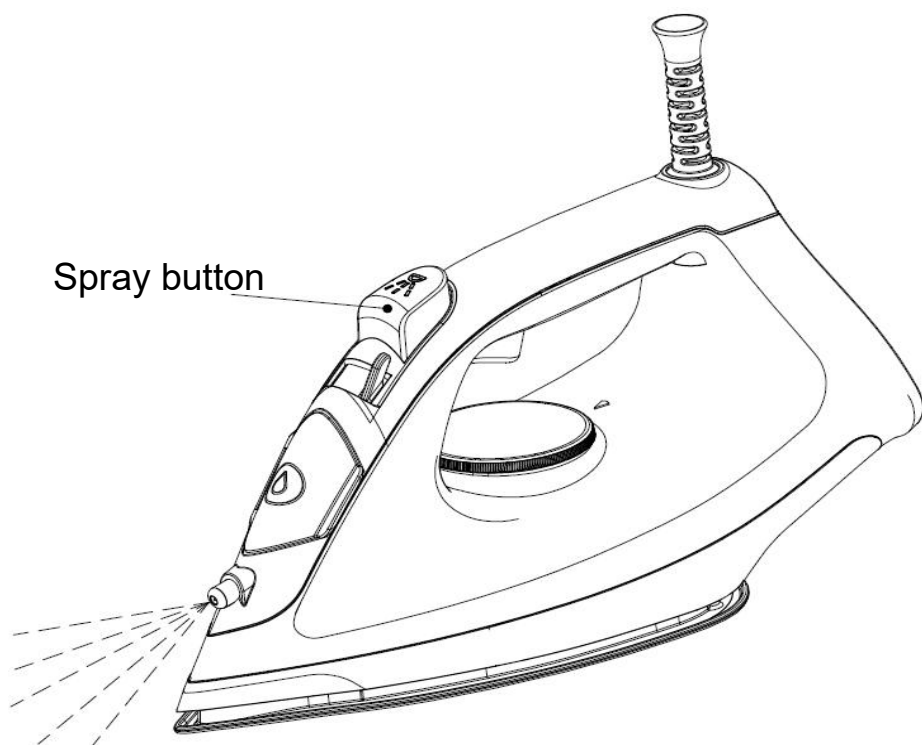

Fig.6
71. U kunt nevel spuiten door één keer op de sproeiknop te drukken (zie Afb. 6).